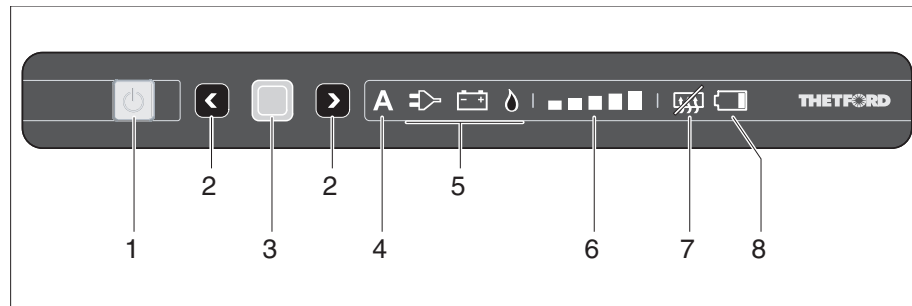

Bild 246 Bedien- und Anzeigeelemente für den Kühlschrank (Thetford ohne SES)
- Den Taster (Bild 246,1) drücken.
- Den Taster (Bild 246,1) drücken und halten. Alle Lampen erlöschen.
Ist der Automatikbetrieb angewählt, leuchtet im Bedienfeld die Automatikbetrieb-Anzeige (Bild 246,4) und die beste verfügbare Quelle (Bild 246,5).
- Bestätigungstaste (Bild 246,3) drücken und halten.
Die Betriebsarten-Symbole (Bild 246,5) beginnen zu blinken.
- Mit den Auswahltasten (Bild 246,2) den Gasbetrieb auswählen und mit der Bestätigungstaste (Bild 246,3) Auswahl übernehmen.
- Mit den Auswahltasten (Bild 246,2) den 230-V-Betrieb auswählen und mit der Bestätigungstaste (Bild 246,3) Auswahl übernehmen.
- Mit den Auswahltasten (Bild 246,2) den 12-V-Betrieb auswählen und mit der Bestätigungstaste (Bild 246,3) Auswahl übernehmen.
- Bestätigungstaste (Bild 246,3) erneut drücken.
Die Kühlstufenanzeige (Bild 246,6) beginnt zu blinken.
- Mit den Auswahltasten (Bild 246,2) die gewünschte Kühlstufe wählen und mit der Bestätigungstaste (Bild 246,3) Auswahl übernehmen.